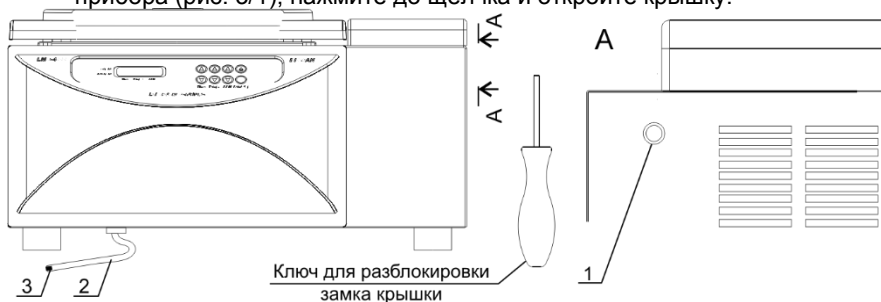

Рис. 3. Фронтальная и боковая стороны прибора
- Ротор R-12/10 ❸ по заказу
- Ротор R-12/15 ❹ по заказу
- Ротор R-2 ❺ по заказу
- Ротор R-24GC ❻ по заказу
- Штатив для ротора RR-U ❼ по заказу
- Комплекты адаптеров BN-13/75, BN-13/100 и BN-16/100 для ротора R-12/10 и BN-11/30 для R-6P ❽ по заказу
- убедитесь, что сливной шланг (рис. 3/2) центрифуги закупорен заглушкой (рис. 3/3) во избежание нарушения температурного режима;
- При работе с центрифугой сливной шланг (рис. 3/2) должен быть закупорен заглушкой (рис. 3/3) во избежание нарушения температурного режима.
- 4.19. Регулярно очищайте лед и удаляйте конденсат из камеры центрифуги. Центрифуга оснащена сливным отверстием и шлангом для удобной чистки камеры (рис. 3/2 и 3/3)
Вставьте ключ в отверстие, расположенное на правой боковой стороне прибора (рис. 3/1), нажмите до щелчка и откройте крышку.
- 6.4. Регулярно счищайте лед и удаляйте конденсат из камеры центрифуги. Центрифуга оснащена сливным отверстием и шлангом для удобной чистки камеры (рис. 3/2).